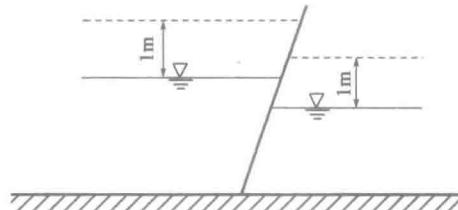

图 1-7
**【例 1-2】** 如图 1-7 所示有一倾斜放置的平面闸门,当上下游水位都上升 1m 时(虚线位置),闸门上的静水总压力：